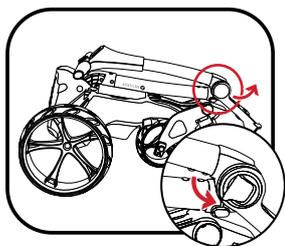

Fig 1
1. Sollevare leggermente il supporto superiore del sacco e rilasciare il fermo superiore (fig. 1).